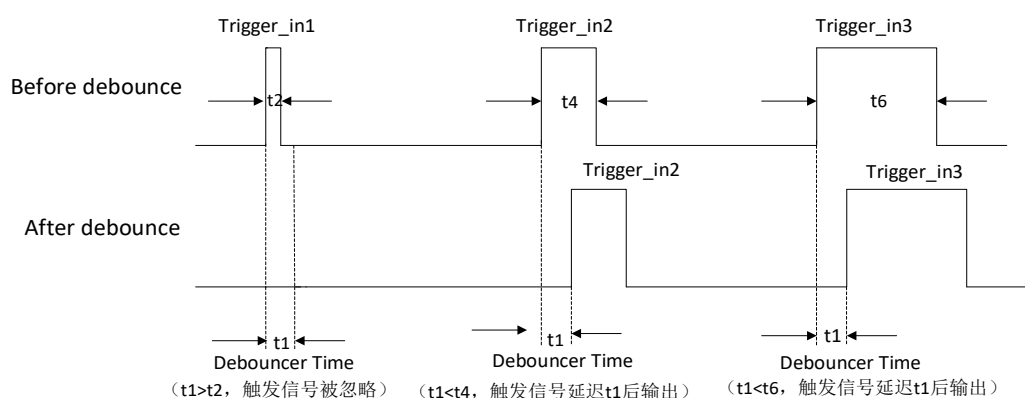

图3-28 触发输入信号去抖时序
- 防抖时间 (μs): 对输入的触发信号进行去抖处理, 时序如图 3-28 所示。当设置的去抖时间大于触发信号脉宽时, 则该触发信号被忽略; 当设置的去抖时间小于触发信号脉宽时, 则该触发信号延迟后继续输出。